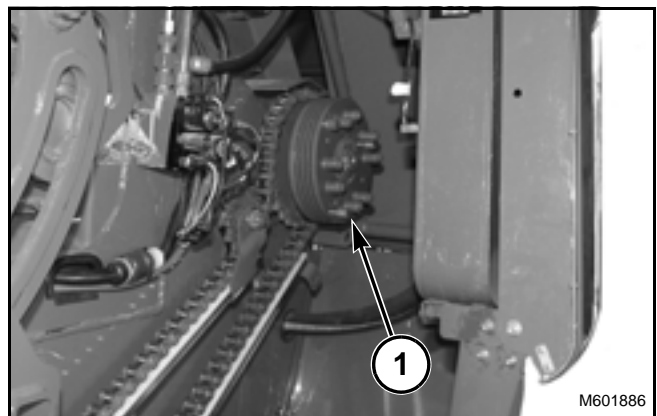

FIG. 32
FIG. 32: Un embrague deslizante protege las uñetas del embalador contra sobrecargas (1). El recogedor es impulsado por el eje de impulsión de la uñeta del embalador. Si las uñetas del embalador se sobrecargan y se detienen, el conjunto de recogedor también se detiene. El mismo disco endurecido de embrague con estrías utilizado en este embrague se utiliza también en el embrague deslizante de impulsión principal.